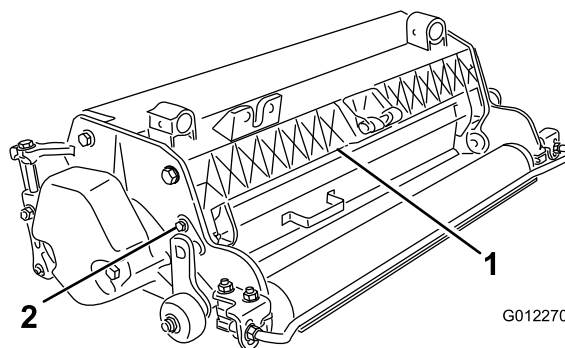

Figura 5
- Desaperte os parafusos no apoio do resguardo de relva (Figura 5).
- Rode o resguardo de relva para a posição pretendida e aperte os parafusos (Figura 5).